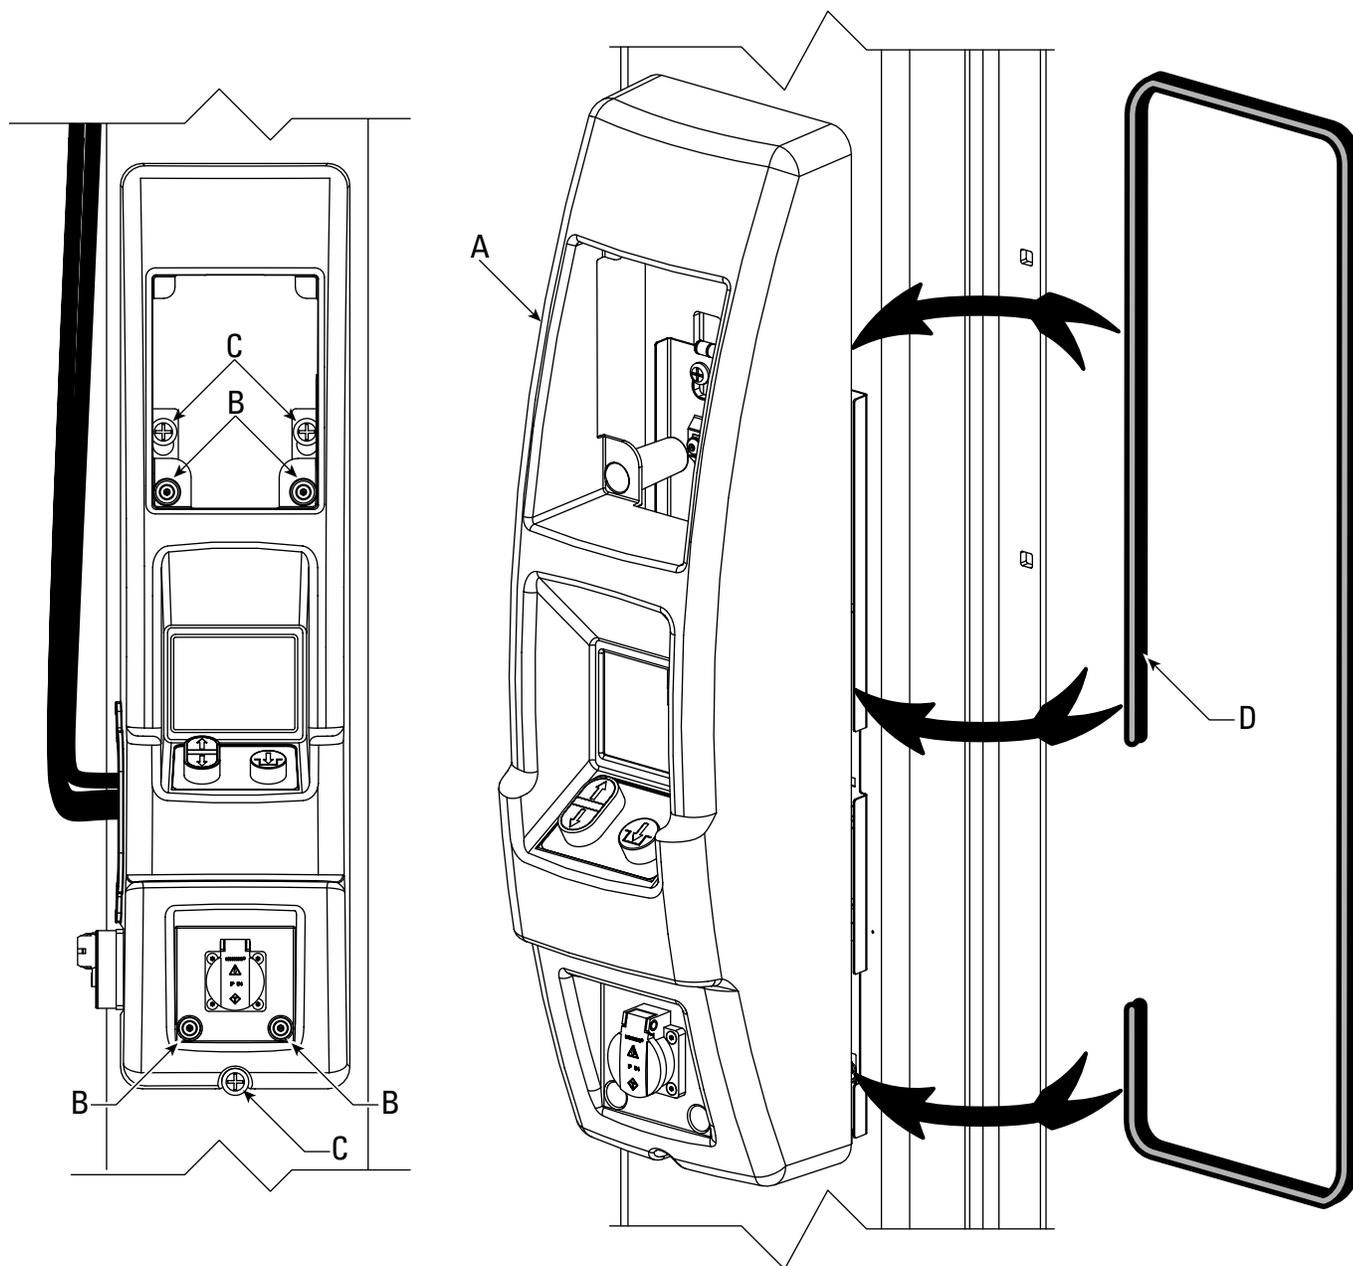

Fig. 26
A) Para instalar la junta en el mando del lado principal, localice los (4) 5/16"-18NCx3/8" tornillos BHCS de 5/16"-18NCx3/8" que sujetan la carcasa negra y aflójelos 3 ó 4 vueltas, Fig. 26. Afloje también los (2) tornillos superiores y (1) inferior PHMS de 5/16"-18NCx3/8" que sujetan la unidad de control a la columna. Coloque la junta por detrás de la carcasa principal y apriete los tornillos, Fig. 26. Apriete los tornillos de montaje hasta que la junta quede bien apretada a la columna. No apriete excesivamente.